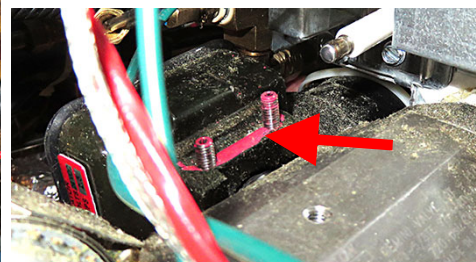

図 47
54. バルブが正しい位置にあることを確認して、アクチュエータを再取り付けします (図 47 を参照)。